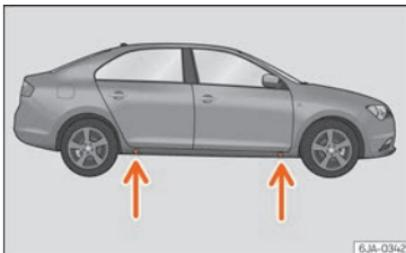

Fig. 64 Cambio de rueda: puntos de apoyo del gato.
- Busque en el larguero la marca del punto de apoyo del gato [zona hundida] más cercano a la rueda a cambiar »» fig. 64.